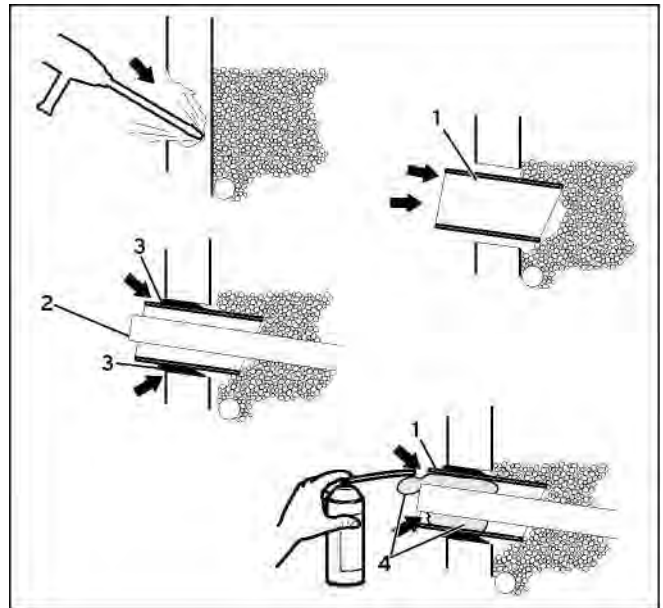

Рис. 3.1 Подготовительные работы по месту установки
- Установите в проем в стене проходные изоляторы для обсадных труб (1) линий хладагента (см. рис. 3.1). При этом руководствуйтесь чертежами с размерами и чертежами подключения (см. рис. 3.5, 5.1 и 5.2).
- Обсадные трубы (1) устанавливаются с небольшим нисходящим уклоном. Уклон должен составлять как минимум 1 см на 30 см длины. Трубы укорачиваются со скосом вовнутрь (см. рис. 3.1), чтобы могла уходить дождевая вода.
- Проложите линии хладагента (2) в обсадных трубах в помещении, в котором устанавливается прибор.
- Заделайте проемы в стене строительным раствором (3).
- Убедитесь, что линии хладагента (2) проходят по центру обсадных труб (1), чтобы равномерно обеспечивалась тепловая изоляция со всех сторон.
- Уплотните обсадные трубы (1) с помощью подходящей уплотнительной массы (объемной пены, 4).